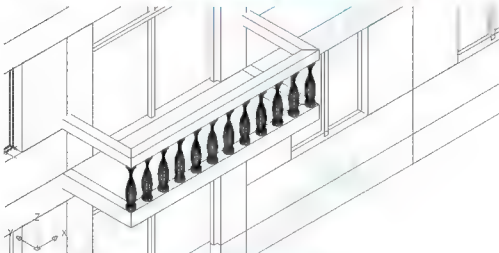

图 6.54 阵列生成正面“花瓶”
(2) 执行【阵列】命令（快捷键 AR），阵列参数设定为 1 行、12 列、列偏移距离 381mm，结果如图 6.54 所示。